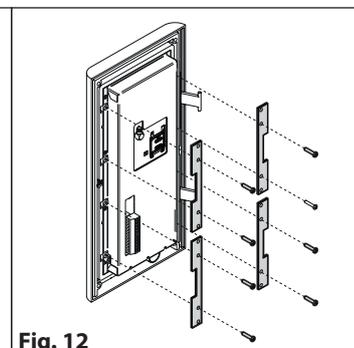

Fig. 12
- Montare le staffe di fissaggio del modulo utilizzando le viti di fissaggio come mostrato in **Fig. 12**.